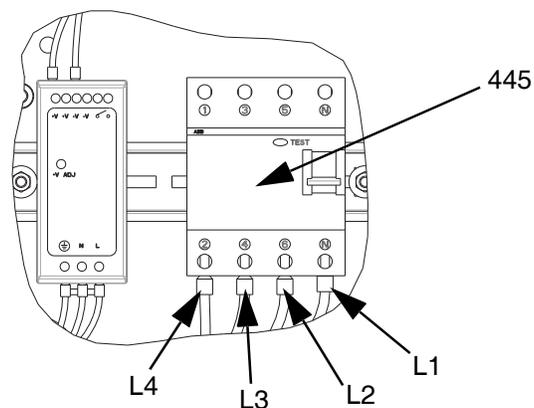

FIG. 18
11. Connectez les fils L1, L2, L3 et L4 du module d'expansion au disjoncteur (445) comme illustré à la FIG. 18.
- Connectez les fils de terre à la borne de terre (455) en desserrant l'écrou (437) du faisceau de câbles.